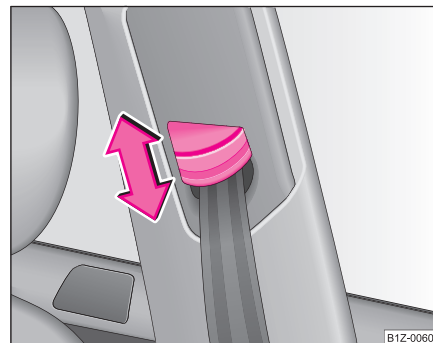

Fig. 154 Asiento delantero: ajuste de la altura del cinturón
- Desplace el herraje de inversión en el sentido deseado, hacia arriba o hacia abajo ⇒ fig. 154.